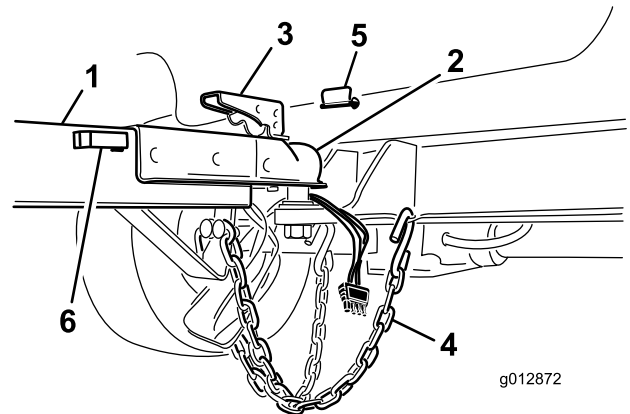

Figura 11
2. Sollevare la leva del giunto sul timone abbassando nel contempo la copertura sull'attacco a sfera (Figura 11).